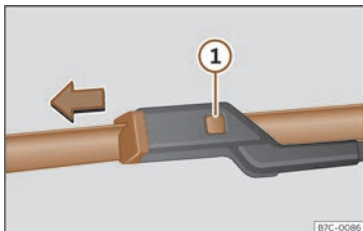

Fig. 204 Cambio das gomas do limpaparabrisas.
- Manteña premida a tecla de desbloqueo >>> **fig. 204**  tirando levemente da goma no sentido da frecha.